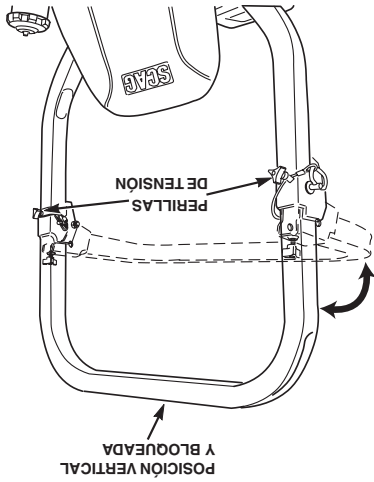

Figura 2-1 Sistema plegable de protección
1. Para bajar la barra contra vuelco, afloje la perilla de tensión en las barras del lado izquierdo y derecho. Vea la Figura 2-1.